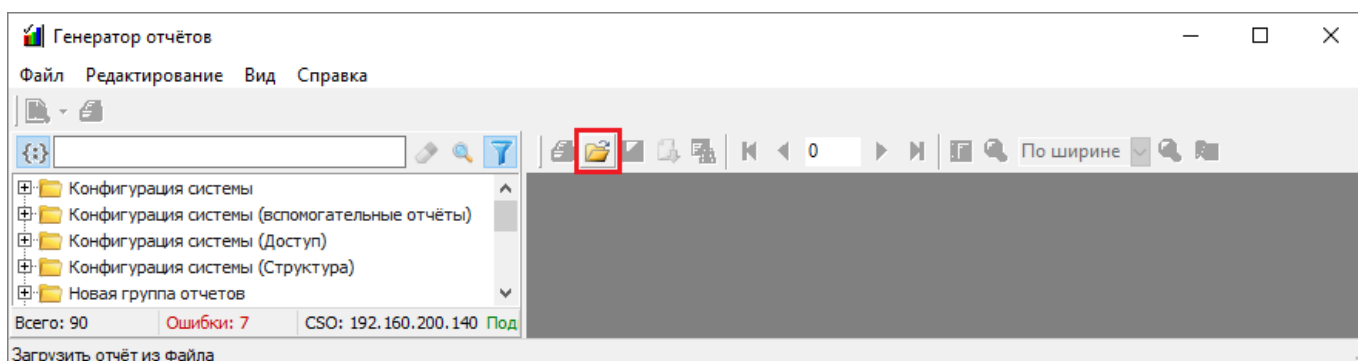

Рисунок 11-315 Загрузка отчета через панель инструментов предварительного просмотра
- нажмите в панели инструментов предварительного просмотра (см. п. 11.5.4) кнопку  «Загрузить отчет из файла» (см. Рисунок 11-315);